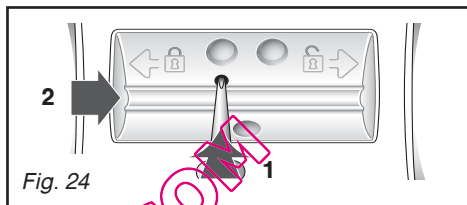

Fig. 24
– déverrouillez cette pièce (Fig. 24).